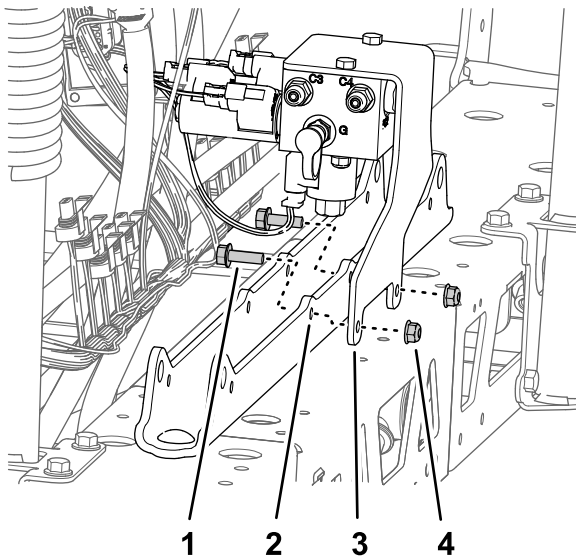

Figura 95
- A. Allineate i fori nella staffa di supporto per il collettore di sollevamento delle sezioni con i fori nel supporto del cilindro (Figura 95).
- B. Montate la staffa di supporto sul supporto del cilindro (Figura 95) con i 2 bulloni a testa flangiata (5/16" x 1") e il dado di bloccaggio flangiato (5/16") che avete rimosso al passaggio 1 di Rimozione del collettore di sollevamento